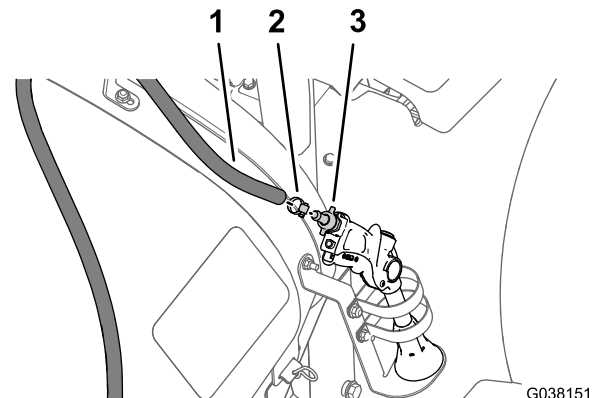

Figura 13
1. Retire la abrazadera que sujeta la manguera de alimentación al acoplamiento dentado de la pistola de fumigación (Figura 13).
2. Retire la manguera de alimentación del acoplamiento dentado (Figura 13)